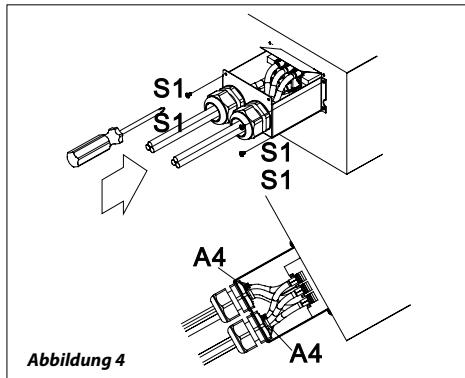

Abbildung 4
- Befestigen Sie die Kabelklemmen an dem MTBS-Bypass Gehäuse und dann die Kabel mit den Kontermuttern der Kabelverschraubungen. Siehe Abbildung 4